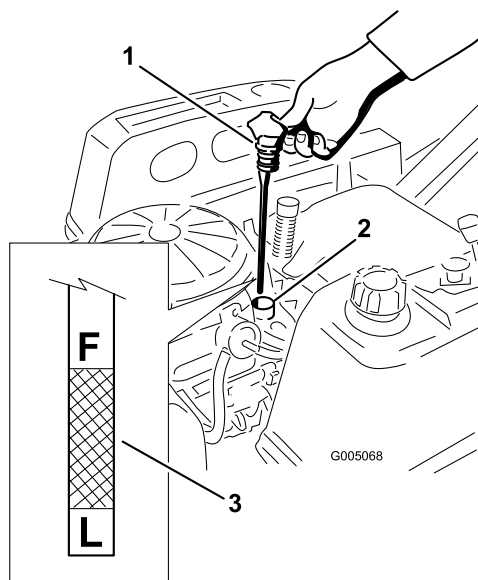
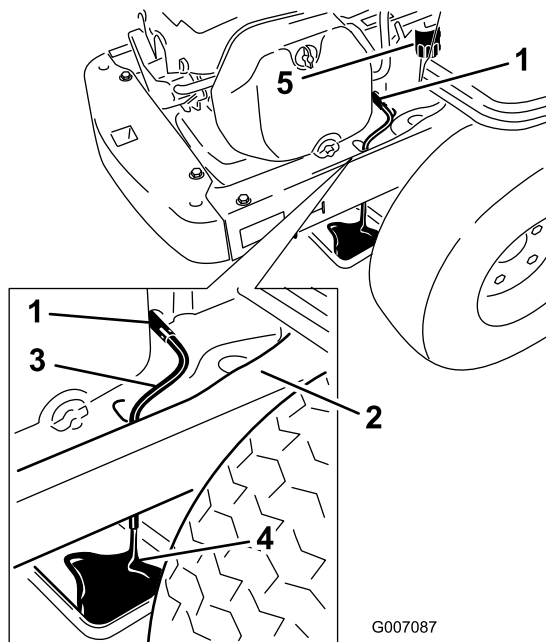

Figura 31
Figura 33
4. Tirate e rimuovete il tappo dell'olio/l'asta di livello; rimuovete l'olio. Reinserite l'asta di livello e premete con forza in sede (Figura 31).
5. Rimuovete l'asta e controllate il livello dell'olio. (Figura 31).
7. Collocate un vassoio raccoglitore sotto la macchina direttamente sotto il foro di spurgo nel telaio, come indicato nella Figura 33.
8. Girate la valvola di spurgo di 1/4 di giro in senso antiorario per aprirla e lasciate defluire l'olio (Figura 33). Togliete il tappo/asta del rabbocco dell'olio (Figura 31).
10. Rimuovete il vecchio filtro e pulite lo spessore di montaggio (Figura 33).
11. Quando l'olio è defluito completamente, chiudete la valvola di spurgo dell'olio. Rimuovete il tubo di spurgo dell'olio e tergete l'olio superfluo presente sul telaio (Figura 33).
15. Versate lentamente nel tubo di rifornimento (Figura 31) l'80% circa dell'olio indicato.
16. Montate il tappo dell'olio e l'asta di livello e spingete saldamente in sede (Figura 31).
17. Controllate il livello dell'olio (Figura 31); vedere Controllo del livello dell'olio.
19. Montate il tappo dell'olio e l'asta di livello e spingete saldamente in sede (Figura 31).